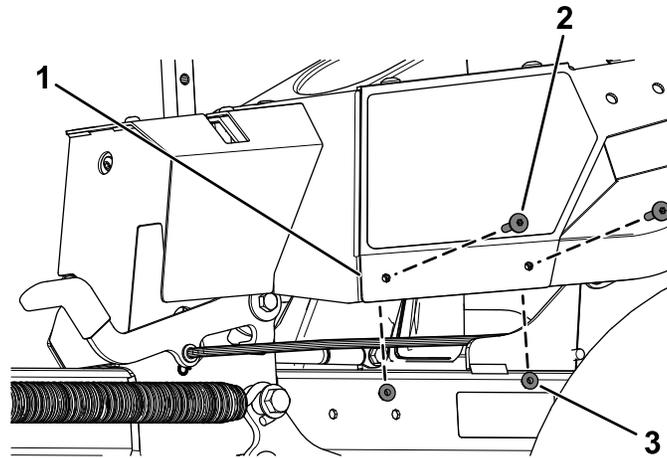

Bild 7
A. Entfernen Sie die beiden Torx-Schrauben ($\frac{1}{4}$ " x 1-5/16") und die beiden Sicherungsmuttern ($\frac{1}{4}$ " aus der linken Verkleidung (**Bild 7**).